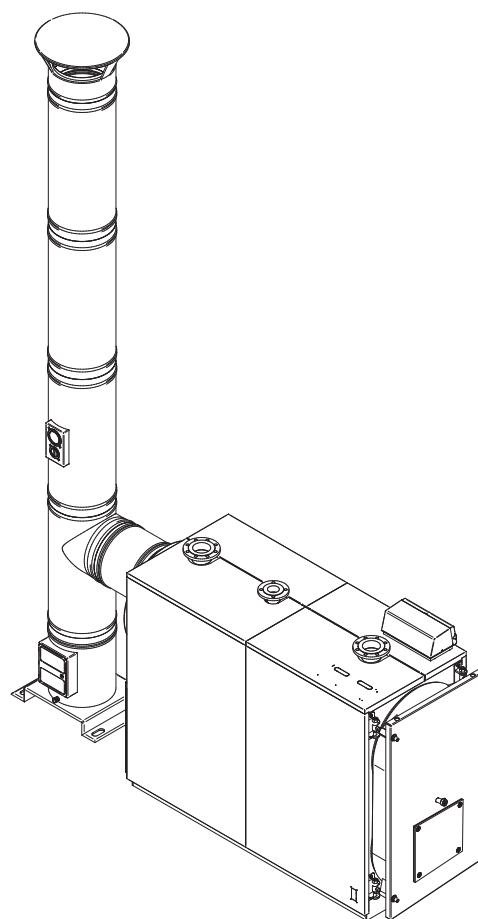

fig. 6
5.4 Scarico dei prodotti di combustione (Fig. 6)